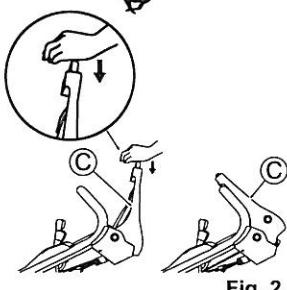

Fig. 2.
- Poussez le Levier de la lame (C) vers l'avant tout en appuyant sur son bouton jaune. (Voir Fig. 2.) La lame commence alors à tourner.